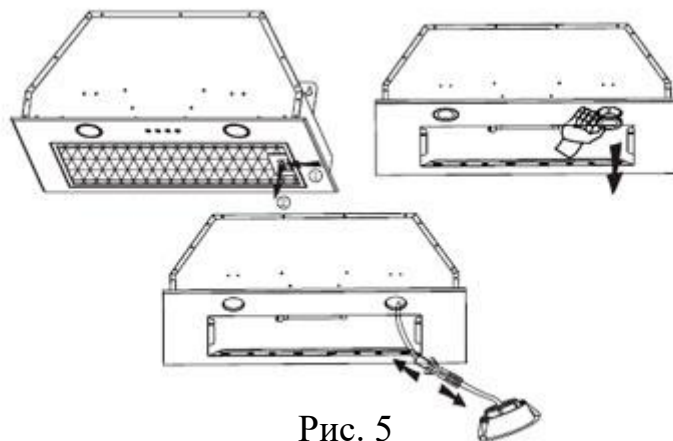

Рис. 5
3. Сначала снимите фильтр. Выключите подсветку и демонтируйте крепление лампы. Затем с помощью отвертки открутите два винта на панели и снимите панель. Смотрите рис. 5.